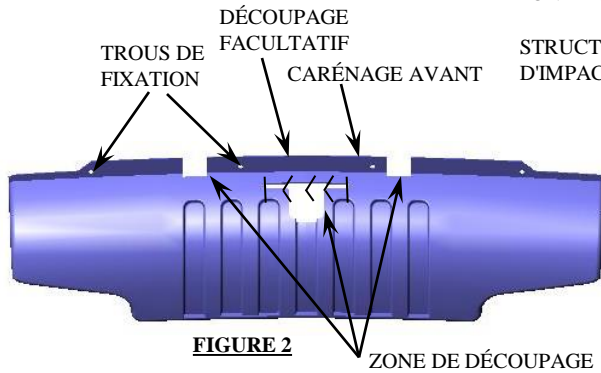

FIGURE 2
①	Qté (2)	BOULON HEXAGONAL 1/2"-13 x 1-1/2" GR5	⑥	Qté (2)	RONDELLE FREIN – 1/2"
②	Qté (6)	RONDELLE CONIQUE – 1/2"	⑦	Qté (4)	ÉCROU À LEVIER – 1/2"-13
③	Qté (2)	BLOC – 1/4" X 1-1/2" X 3"	⑧	Qté (2)	ATTACHES DE CÂBLE (NON ILLUSTRÉES)
④	Qté (2)	ÉCROUS HEX. – 1/2"-13	⑨	Qté (2)	BLOC – 1/4" X 1-1/2" X 2"
⑤	Qté (4)	BOULON HEXAGONAL – 1/2"-13 x 1-1/4" GR5
- ÔTER SIX (6) FIXATIONS DU CARÉNAGE AVANT, (QUATRE SELON LA FIGURE 2 ET DEUX DU CÔTÉ ARRIÈRE DE LA STRUCTURE D'IMPACT) À L'AIDE D'UN TOURNEVIS PHILLIP NO 2.
- OBTENIR LA PERMISSION DU CLIENT AVANT DE DÉCOUPER LE CARÉNAGE. DÉCOUPER LE CARÉNAGE SELON LA FIGURE 2. UTILISER L'ATTELAGE COMME GUIDE. **ATTENTION** : LES POINTS DE FIXATION DU PARE-CHOC NE SONT PAS CENTRÉS SUR LE VÉHICULE.